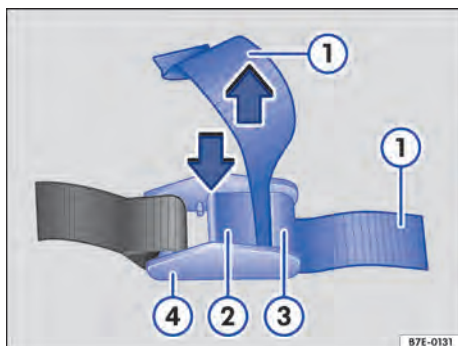

Fig. 138 Apretar la cinta con hebilla.
1. Antes de apretar: Asegúrese de que la palanca → fig. 138 ② no se encuentre encima de la carga, de bordes o de objetos que sobresalgan.
2. Presione la palanca → fig. 138 ② de la hebilla ④ y manténgala presionada.
3. Introduzca la cinta → fig. 138 ① de atrás hacia delante entre la palanca ② y el puente ③.
4. Apriete la cinta → fig. 138 ① y suelte la palanca ②.